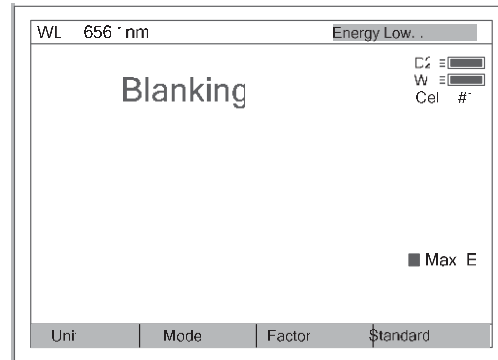
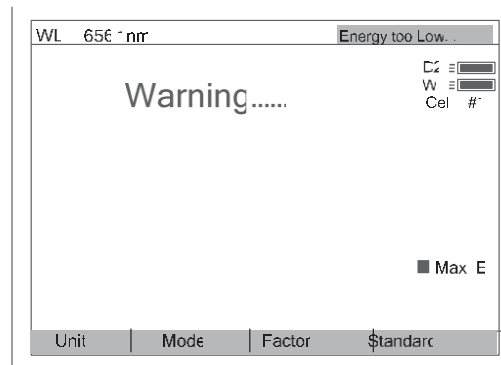

Fig 7
Fig 8
Nota: 1. Si la solución de referencia es muy espesa, “Energía Baja...” (“Energy Low...”) aparecerá después de “Blanking...” (“Ajuste del blanco...”) en la pantalla (Fig 7). Si “Energía demasiado Baja...” (“Energy too Low...”) aparece después de “Blanking...”, la prueba se pausará y “Aviso...” (“Warning...”) aparecerá en la pantalla (Fig 8).
2. Si el autocambiador de celdas no está instalado “celda #1” y “Max E” desaparecerán en la Fig 7.